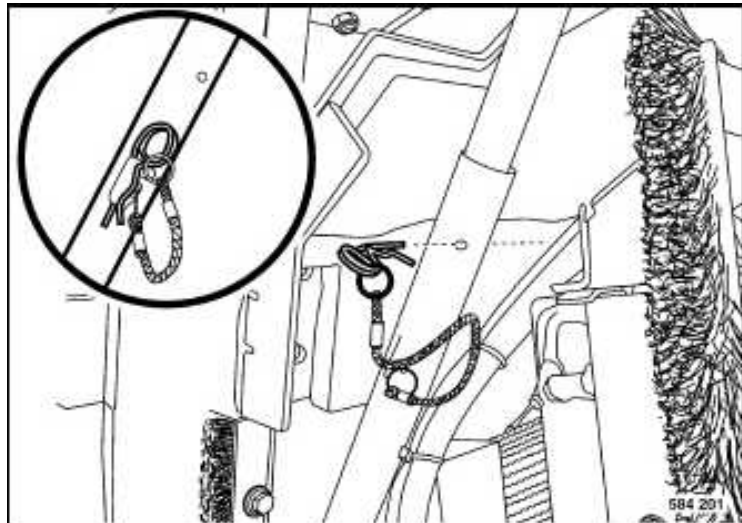

Fig. 63
- Sacar el pasador elástico (Fig. 63) de la fijación.